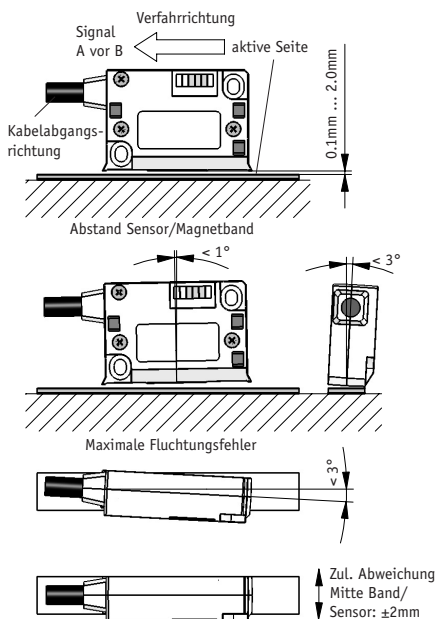

Abb. 6: Definition der Zählrichtung mit Magnetband und Montage Sensor/Magnetband, Abstandsmaße, Toleranzen
- **Auf richtige Ausrichtung bezüglich der Zählrichtung achten (Abb. 6).** Dies ist unerheblich falls sich die Zählrichtung in der elektronischen Auswertung umkehren läßt (wie z.B. bei den Magnetbandanzeigen von SIKO).